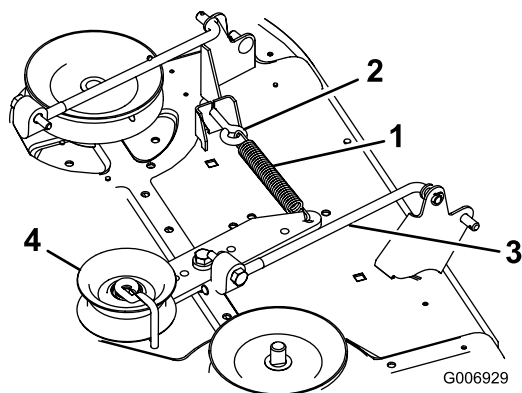

Figura 38
7. Sganciate la molla del braccio della puleggia tendicinghia dalla staffa presente sul tosaerba (Figura 38).